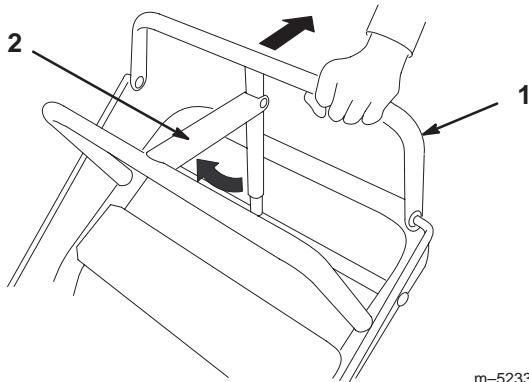

Bild 14
1. Ziehen Sie die obere Schaltstange (Bild 14) zurück und halten sie in dieser Stellung.
2. Heben Sie den Riegel der Feststellbremse (Bild 14) hoch und lassen die obere Schaltstange langsam los. Das Bremspedal sollte in der aktivierten (gesperrten) Position bleiben.
1. Ziehen Sie die obere Schaltstange zurück (Bild 14). Senken Sie den Riegel der Feststellbremse in die gelöste Stellung ab.